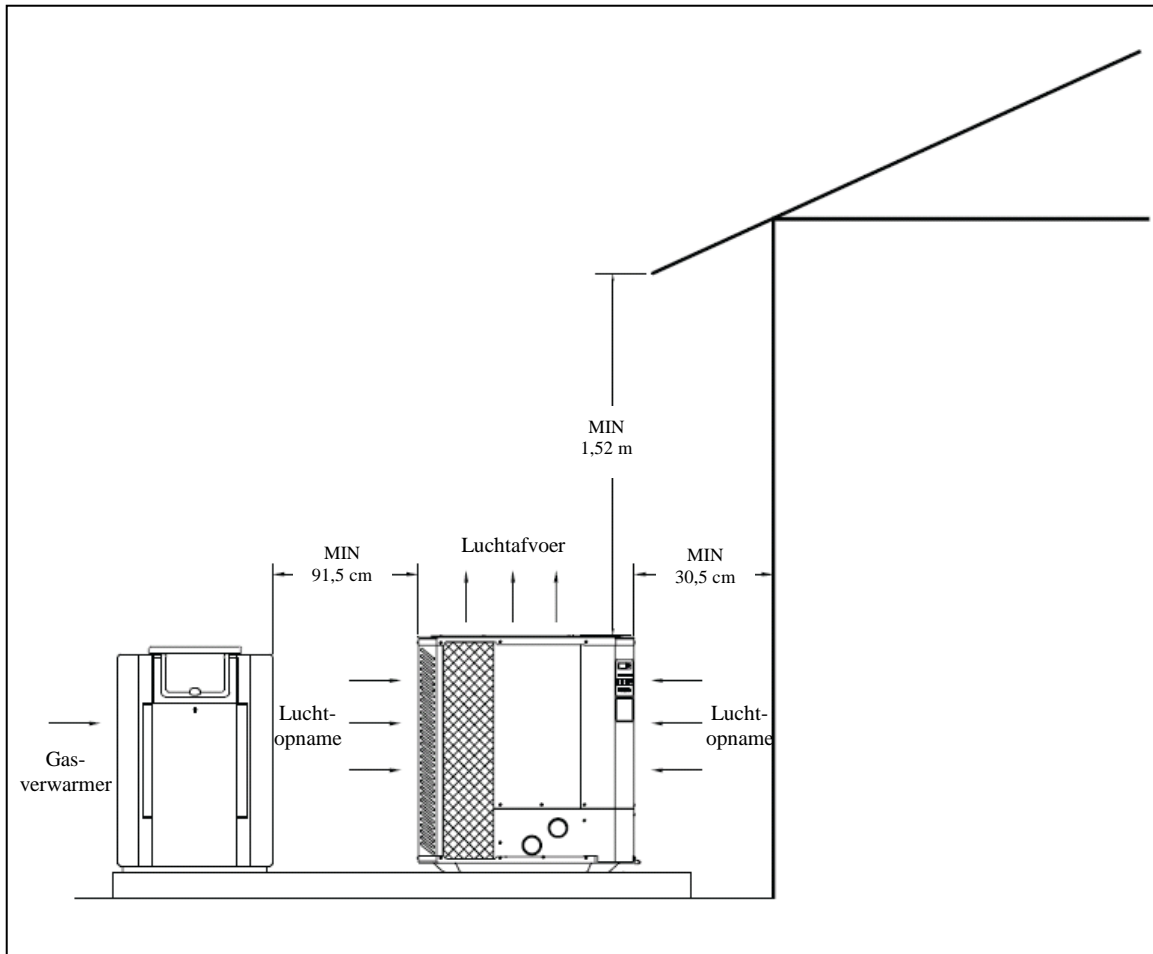

Fig. 1: Vrije ruimtes voor installatie
- Dit toestel heeft een 'up-flow' evacuatie van koude lucht voor een stillere werking. De lucht wordt aangezogen door de verdamper en langs de grill geëvacueerd. Zorg er steeds voor dat er minstens 1,5 m vrije ruimte is boven de grill zodat koude lucht ongehinderd weg kan. Installeer het toestel **NOOIT** onder een afdekking. Zie fig 1.